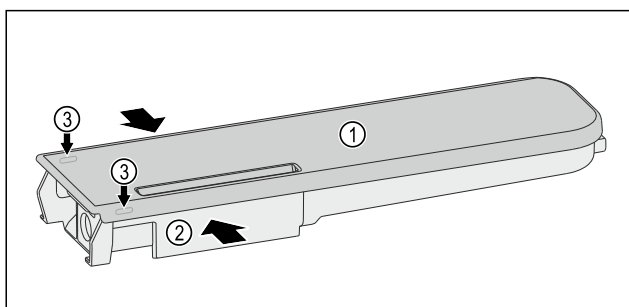

Fig. 231
- ▶ Stlačte nádrž na vodu Fig. 231 (2) k sobě a víko Fig. 231 (1) opatrně vypáče přes západky Fig. 231 (3) a vytáhněte nahoru.
- ▶ Víkem Fig. 231 (1) pohybujte lehce tam a zpět a sejměte jej nahoru.